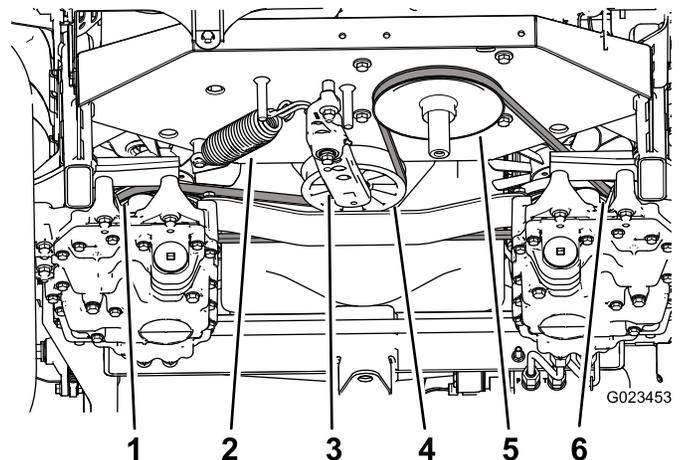

Figure 55
3. Insérez un rochet dans le trou carré du bras tendeur pour compenser l'action du ressort de tension (Figure 55), et déchaussez la courroie de la poulie de tension.
4. Décrochez le ressort de tension du bras tendeur et du cadre (Figure 55).
9. Montez le ressort sur le bras tendeur et le cadre (Figure 55).